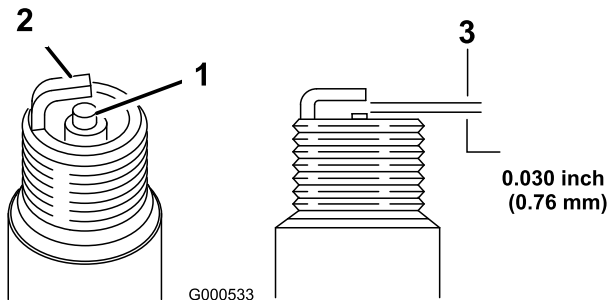

Bild 31
5. Stellen Sie den Elektrodenabstand auf 0,76 mm ein (Bild 31).